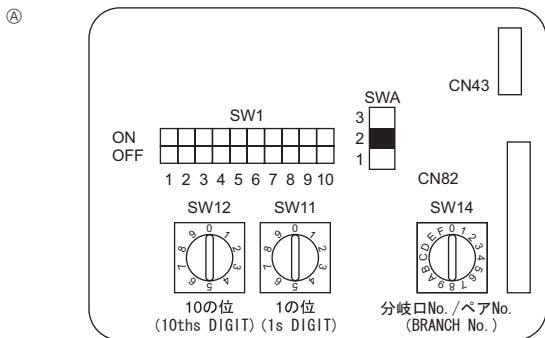

Fig. 6-4
- ③ Draadloze afstandsbediening (Bij installatie van een draadloze signaalontvanger)
6.5. De aansluitadressen instellen (Fig. 6-4)